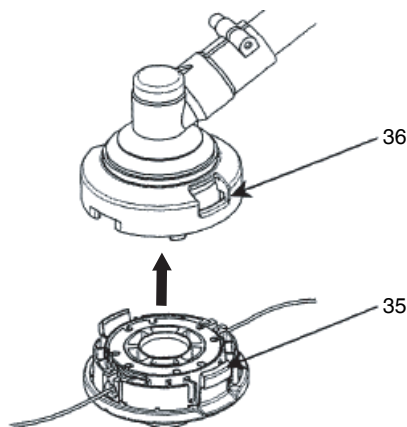

Fig. 41
(6) Placez le couvercle sur le boîtier de façon à ce que les attaches de blocage (35) sur le boîtier rencontrent les longs trous (36) sur le couvercle. Ensuite, appuyez bien sur le boîtier jusqu'à ce qu'il s'enclenche. (Fig. 41)